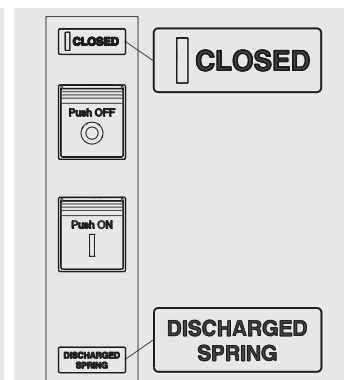

Figure 79
3. Disjoncteur fermé avec ressorts débandés (voir Figure 79).